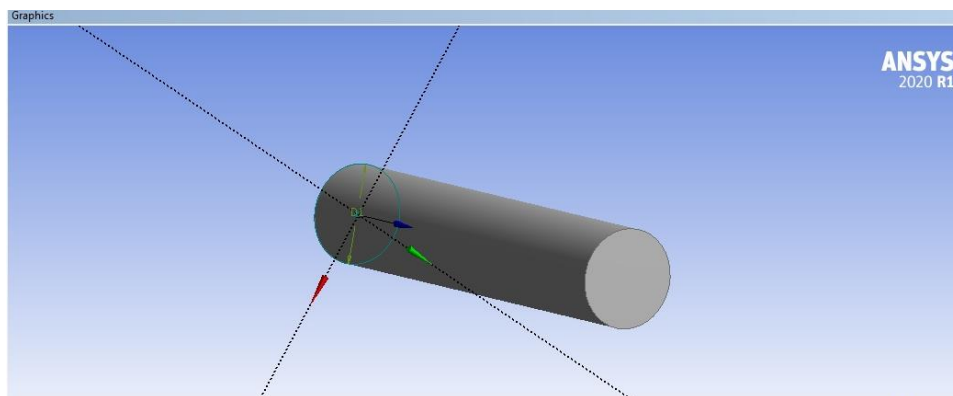

Рис. 5.
3.3.7. В правому нижньому куті на відображенні трійки осей натискаємо точку. Це перехід до ізометричної проекції (рис. 5).